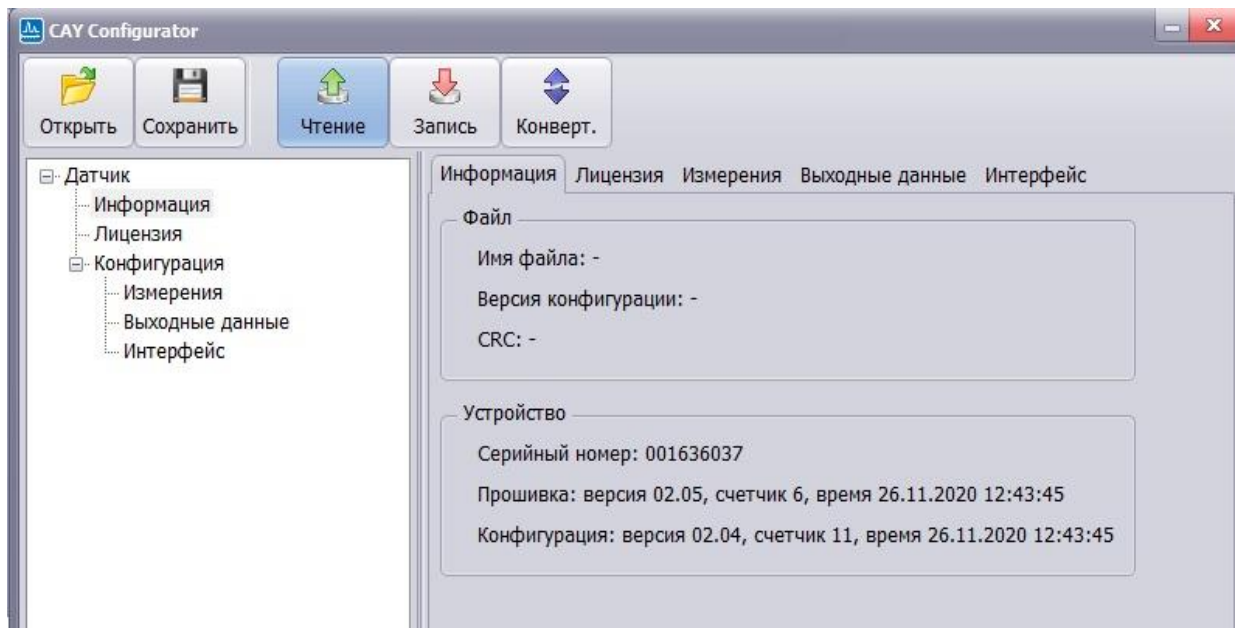

Рис. A2.15.
- 3) Запускаем программу «CAY Configurator», подключаем датчик и читаем данные из датчика (Рис. A2.15.).